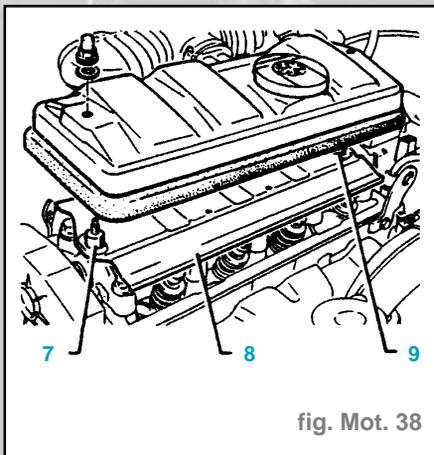

fig. Mot. 38
- Déposer : (fig. Mot. 38)
- les deux entretoises (7),
- la tôle déflectrice (8).